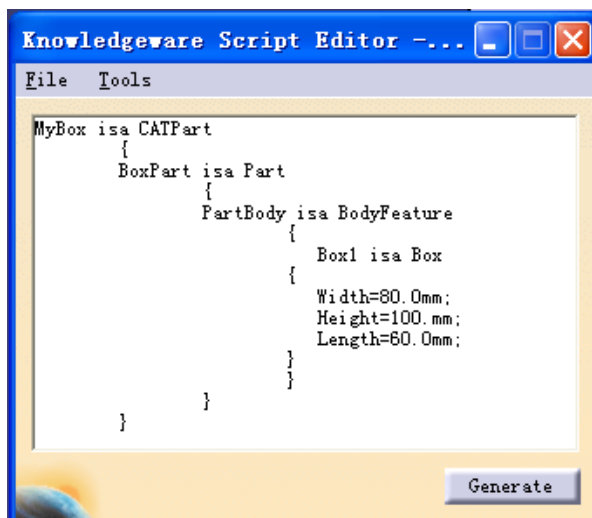

图 16-6
(3) 点击 OK 键后, 出现编程窗口 (可以复制其他.TXT 文档), 输入如下内容 (见图 16-6);